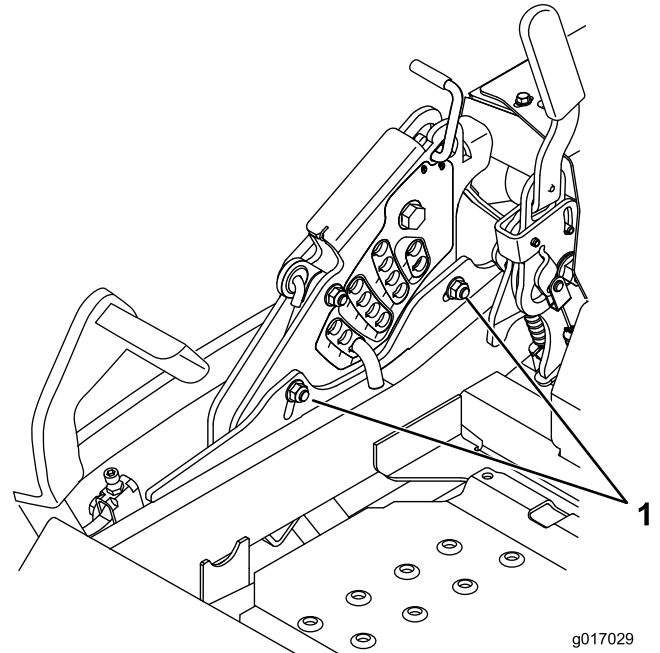

Figure 88
12. Pour régler le système monopoint, desserrez les deux boulons au bas de la plaque de hauteur de coupe (voir Figure 88).
14. Serrez les deux boulons au bas de la plaque de hauteur de coupe (Figure 88). Serrez à un couple de 37 à 45 Nm (27 à 33 pi-lb).